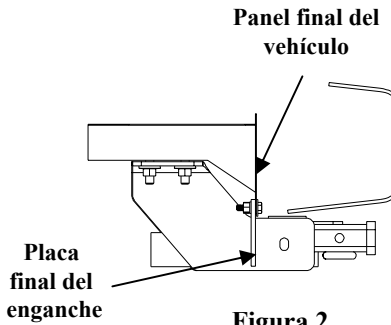

Figura 2
3. Levante el enganche a su posición en los pernos de carruaje, cerciorándose de que la cara posterior de la placa final del enganche haga contacto con el reborde del panel final del vehículo como se muestra en la figura 2. Instale las arandelas cónicas dentadas y tuercas, apriete con los dedos.